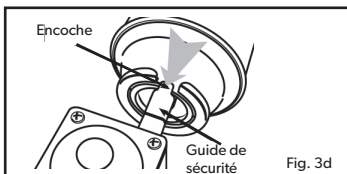

Fig. 3d
- Connectez la cartouche en position horizontale et assurez-vous que l'encoche est alignée avec le guide de sécurité (comme indiqué sur la Fig. 3d).